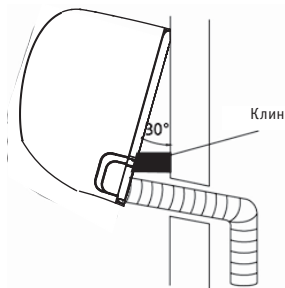

Рис. 3.13
- С помощью скобы или клина подоприте блок, чтобы обеспечить достаточно места для присоединения трубопровода хладагента, сигнального кабеля и дренажного шланга (см. рис. 3.13).